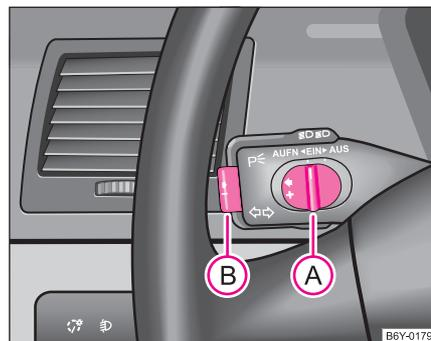

Abb. 94 Bedienungshebel: Drucktaste und Schiebeschalter der Geschwindigkeits-Regelanlage
- Schieben Sie den Schiebeschalter **A** ⇒ Abb. 94 in die Position **ON**.
- Die gespeicherte Geschwindigkeit können Sie ohne Betätigung des Gaspedals durch Schieben des Schiebeshalters **(A)** => Seite 108, Abb. 94 nach links in die Position **RES** erhöhen.
- Wenn Sie die Drucktaste bei einer Geschwindigkeit von weniger als 30 km/h loslassen, wird die Geschwindigkeit nicht gespeichert, der Speicher wird gelöscht. Die Geschwindigkeit muss nach einer Geschwindigkeitserhöhung auf über 30 km/h erneut mit der Drucktaste **(B)** => Seite 108, Abb. 94 gespeichert werden. ■
- Die Geschwindigkeits-Regelanlage können Sie ebenfalls abschalten, wenn Sie den Schalter  ⇒ Seite 108, Abb. 94 nach rechts schieben - in die Zwischenposition vor der Stellung **OFF**. Der Schieber des Schalters geht danach selbsttätig in die Position **ON** zurück.
Die **Wiederaufnahme** der gespeicherten Geschwindigkeit erfolgt nach Loslassen des Brems- oder Kupplungspedals, bei Fahrzeugen mit automatischem Getriebe nur nach Loslassen des Bremspedals, und nach kurzem Schieben des Schieber des Schalters  ⇒ Seite 108, Abb. 94 bis zum Anschlag nach links in die Position **RES**.
- Schieben Sie den Schieber des Schalters  ⇒ Seite 108, Abb. 94 bis zum Anschlag nach rechts in die Position **OFF**. ■